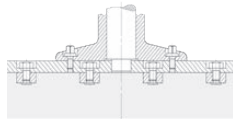

Bild 2
- Bild 2: Schleifkörper mit Tragscheibe verschraubt.